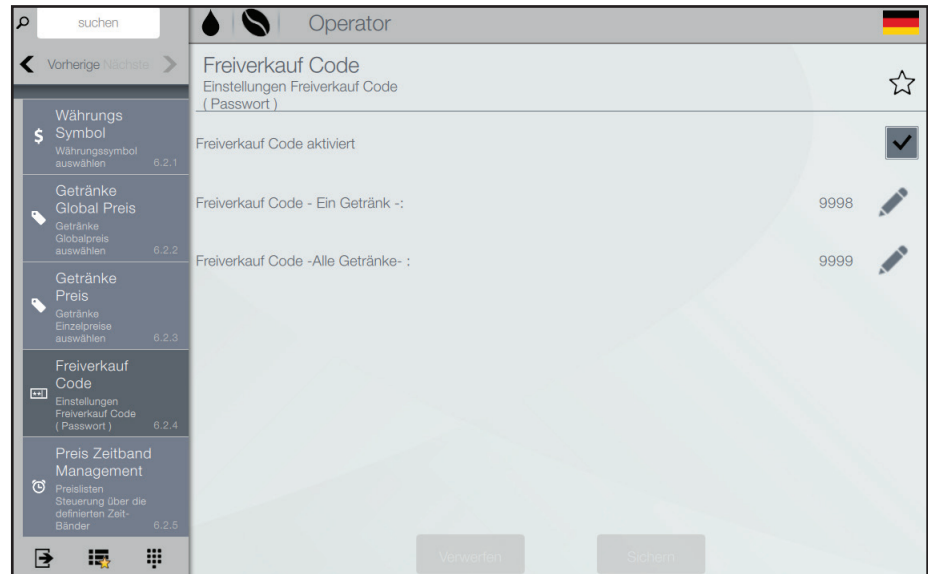

Abb. 7.1- Code für Gratisverkauf
- Aktivieren/deaktivieren/ändern Sie den Code für Gratisverkauf (Abb. 7.1).